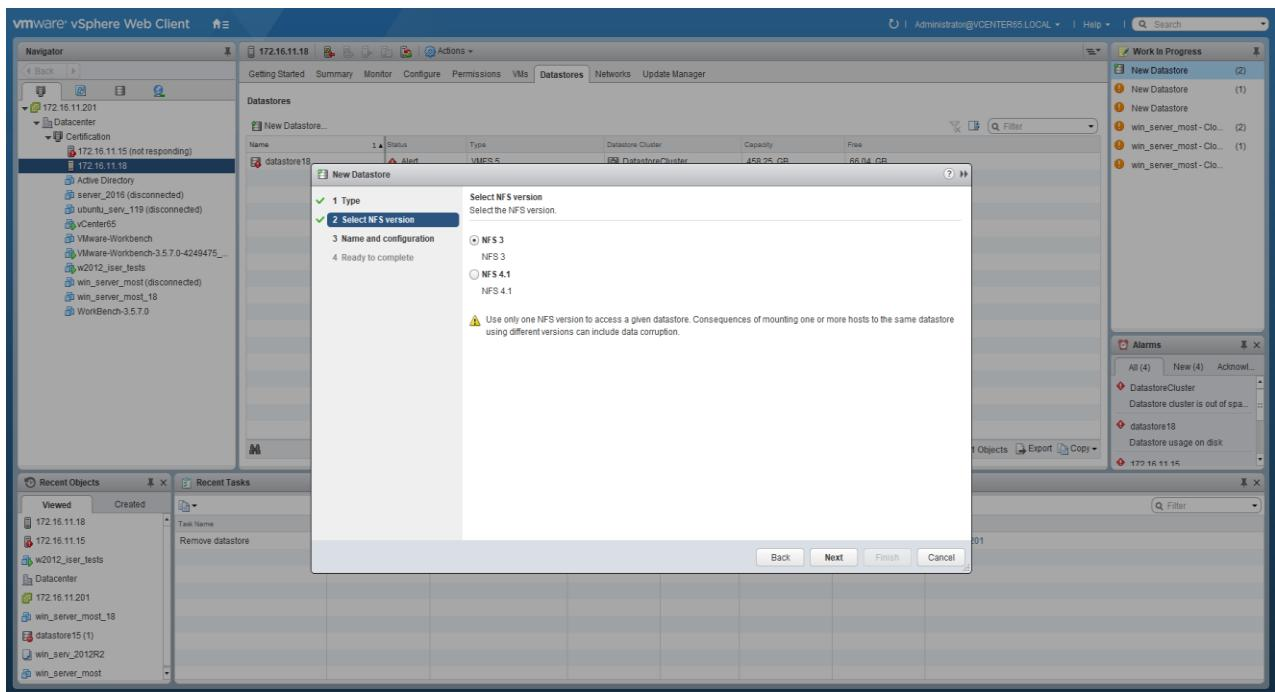

Рисунок 93 – Версия NFS
6. Выберите версию NFS – NFS 3 (см. Рисунок 93).